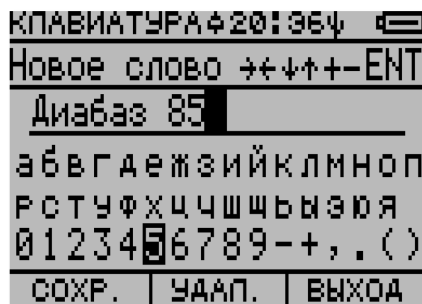
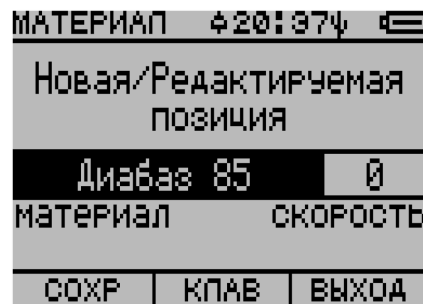
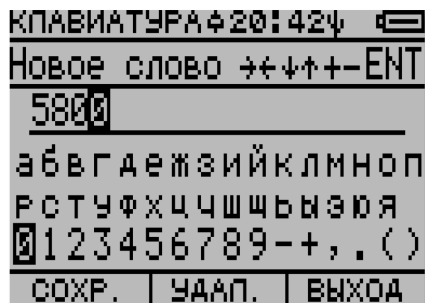
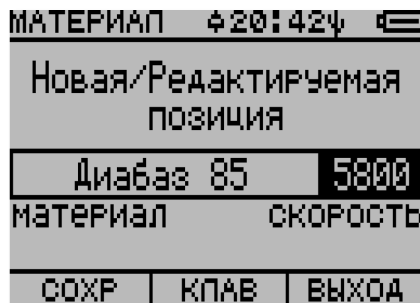

Рисунок 2.25
Рисунок 2.26
Рисунок 2.27
Рисунок 2.28
4) Нажать клавишу **F2** – КЛАВ. для инициализации функции «виртуальная клавиатура». Вид экрана приведен на рисунке 2.24. Соблюдая правила пользования данной функцией, изложенные в 2.11, набрать название материала (рисунок 2.25). Нажать клавишу **F1** – СОХР. для сохранения названия материала в строке новая/редактируемая позиция и возврата к экрану редактора (рисунок 2.26).
6) Повторить шаг 4 данного подпункта для набора (рисунок 2.27) и сохранения числового значения скорости УЗК (рисунок 2.28).
6) Нажать клавишу **F2** – КЛАВ. для инициализации функции «виртуальная клавиатура». Вид экрана приведен на рисунке 2.25. Соблюдая правила пользования данной функцией, изложенные в 2.11, отредактировать значение скорости (рисунок 2.27) или название материала (рисунок 2.25). Нажать клавишу **F1** – СОХР. для сохранения изменения в строке новая/редактируемая позиция и возврата в редактор.